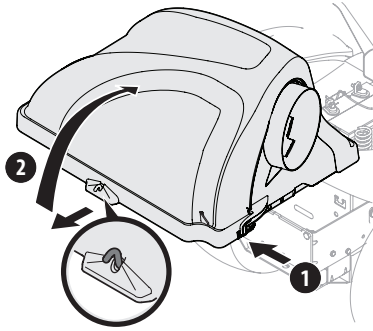

Figure 22
2. Soulevez le couvercle du bac récupérateur en pressant sur la patte arrière droite avec votre main droite (1) de la Figure 22 et en soulevant le couvercle à partir du milieu avec votre main gauche (2). Ne retirez pas le tube flexible et le coude de la goulotte de l'appareil.